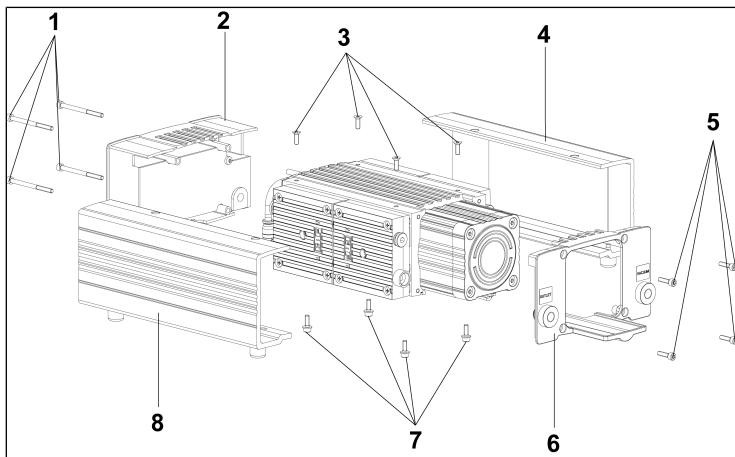

Abb.6: Pumpengehäuse abnehmen
1. Lösen Sie die Schrauben (1/Abb. 6, 3, 5 und 7) und nehmen Sie die Pumpengehäuseteile (2/Abb. 6, 4, 6 und 8) ab.
1. Setzen Sie die Pumpengehäuseteile (**2/Abb. 6, 4, 6 und 8**) auf die Pumpe und ziehen Sie die Schrauben (**1/Abb. 6, 3, 5 und 7**) fest.